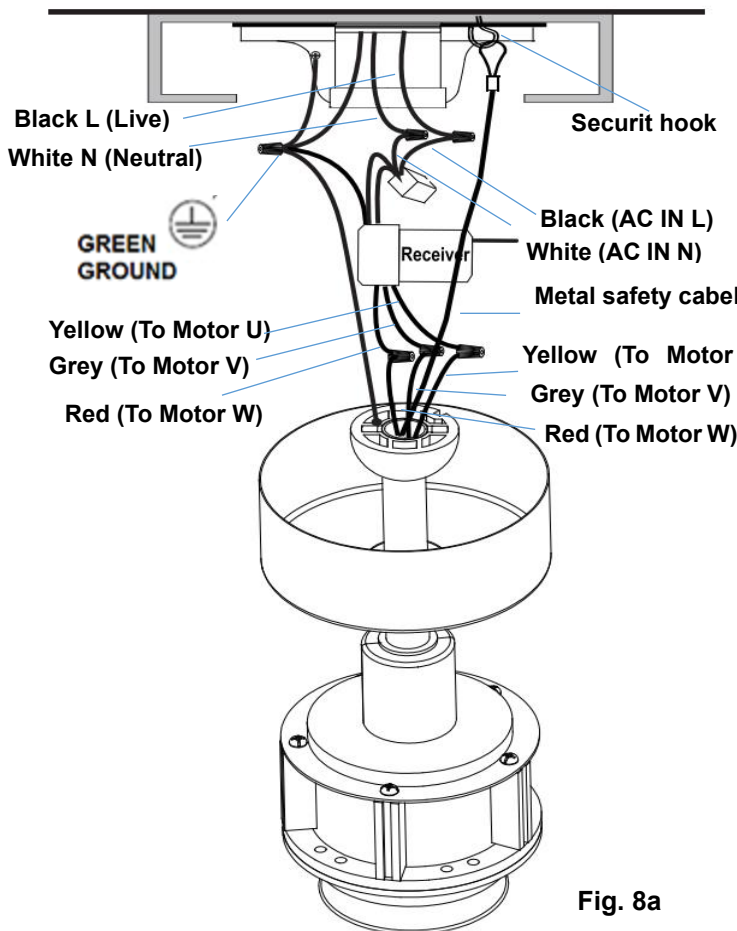

Fig. 8a
8. Tire del cable de seguridad de metal en el gancho de seguridad, apriete el cable de seguridad (Fig.8a y 8b).